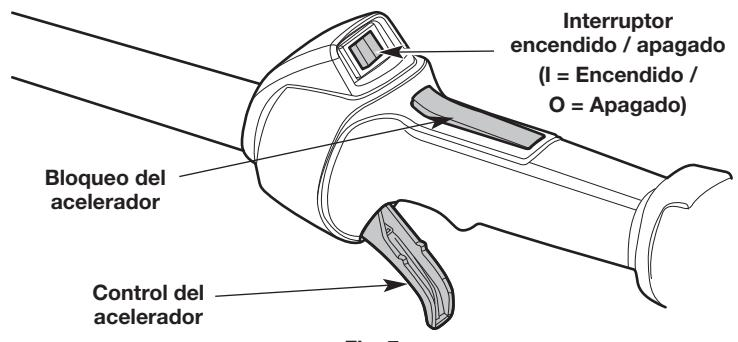

Fig. 7
NOTA: No hay necesidad de encender la unidad. El interruptor de Encendido/Apagado debe estar en la posición **Encendido (I)** en todo momento (Fig. 7).
NOTA: NO apriete el control del acelerador hasta el paso 8 (Fig. 7).
8. Oprima y mantenga apretado el bloqueo del acelerador (Fig. 7). Apriete el control del acelerador según sea necesario para el funcionamiento (Fig. 7).
2. Oprima y no suelte el interruptor de control de Encendido y Apagado en la posición **Apagado (O)** hasta que el motor se detenga por completo (Fig. 7).
NOTA: No hay necesidad de encender la unidad. El interruptor de Encendido/Apagado debe estar en la posición ENCENDIDO (1) en todo momento (Fig. 7).
NOTA: NO apriete el control del acelerador hasta el paso 10 (Fig. 7).
10. Oprima y mantenga apretado el bloqueo del acelerador (Fig. 7). Apriete el control del acelerador según sea necesario para el funcionamiento (Fig. 7).
2. Oprima y no suelte el interruptor de control de Encendido y Apagado en la posición APAGADO (0) hasta que el motor se detenga por completo (Fig. 7).